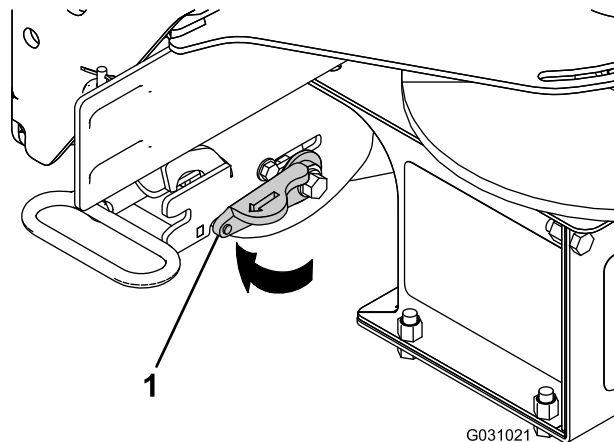

Figura 19
- Gire la palanca de bloqueo en la pieza de fijación RT3 hasta la posición de DESBLOQUEO (Figura 19).